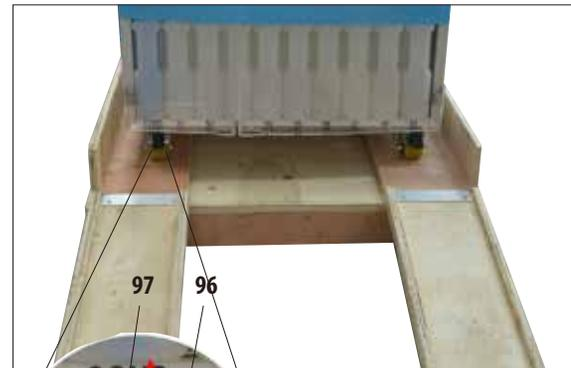

Abb. 10
- Jetzt den Bremshebel (97) an den beiden vorderen Transportrollen (96) lösen, damit das Gerät bewegt werden kann (Abb. 10).
Dazu den Hebel (97) (Detail in Abb. 10) wieder nach unten drücken.